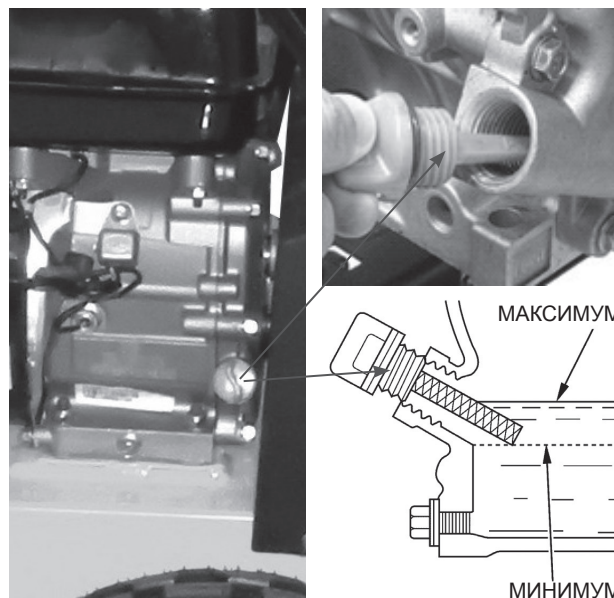

Рис.5
2. Извлеките крышку/щуп заливного отверстия и на чисто протрите её (Рис.5)